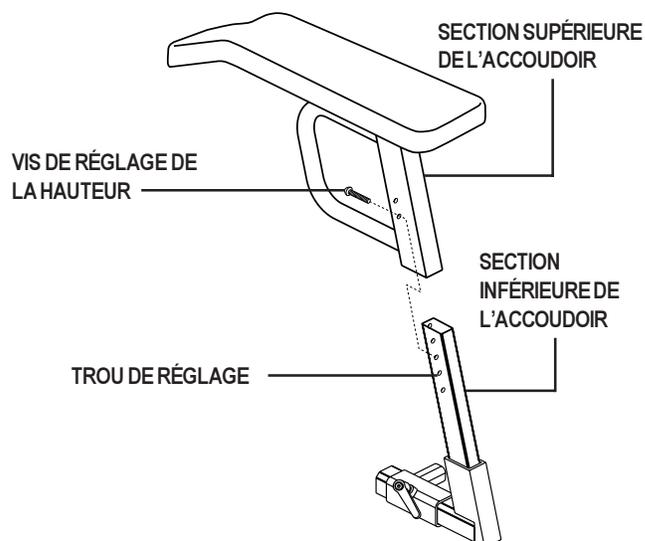

Figure 13. Armrest Height Adjustment
1. Enlevez la vis de réglage de hauteur de l'accoudoir. Voir la figure 13.